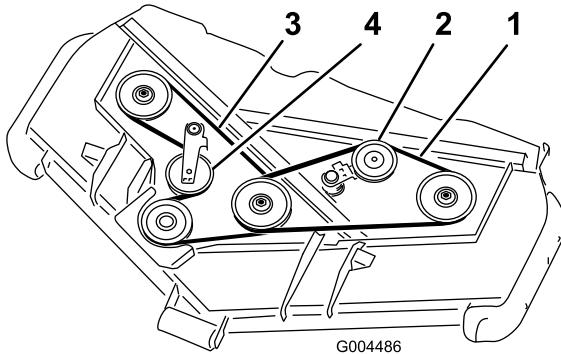

Bild 18
3. Schieben Sie mit einem Stemmisen die Spannscheibe für den oberen Riemen (Bild 18) vom oberen Treibriemen, um die Riemenspannung zu lösen, sodass der Riemen von den Scheiben rutschen kann.
4. Verlegen Sie einen neuen Riemen um die Getriebescheibe, die unteren Spindelscheiben und die Spannscheibe, siehe Bild 18.
5. Verlegen Sie einen neuen Riemen um die oberen Spindelscheiben und die Spannscheibe, siehe (Bild 18).